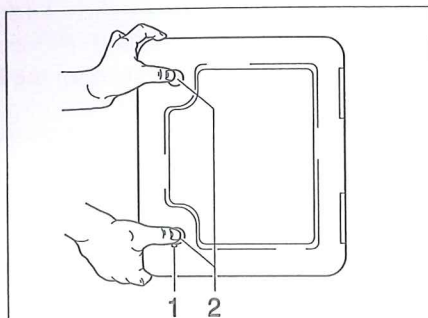

Bild 30 Lucka för toalett-kassett
- Stick in nyckeln i låscylindern i trycklåsets (Bild 30,1) och vrid ett kvarts varv.
- Tryck samtidigt in de två trycklåsen (Bild 30,2) med tummarna och öppna luckan för toalett-kassetten.
- Stick in nyckeln i låscylindern (Bild 30,1) och vrid ett kvarts varv.